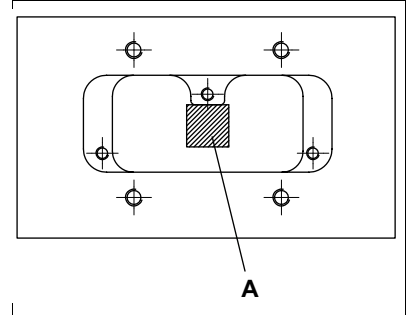

Abb. 29 Position Wärmeleitfolie
2. Schutzfolie von neuer Wärmeleitfolie **A** entfernen und Wärmeleitfolie am Boden der Sensorbohrung aufkleben, Position siehe Abb. 29, Seite 40.